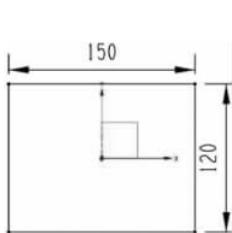
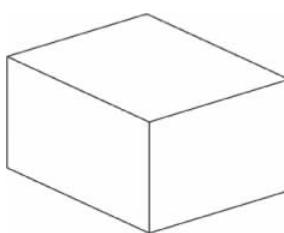
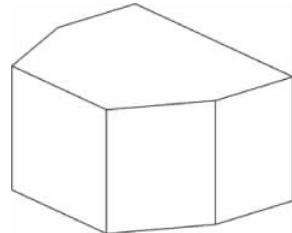

图 3-2 草绘截面(一)
图 3-3 创建拉伸体
图 3-4 创建倒斜角特征
(1) 启动 NX 10.0,单击“新建”按钮 ,在【新建】对话框中输入“名称”为“bitong.prt”,“单位”选“毫米”,选取“模型”所在行,单击“确定”按钮,进入建模环境。
(2) 单击“拉伸”按钮 $\square$ ,以 XY 平面为草绘平面,X 轴为水平参考,绘制一个矩形截面,两竖直边关于 Y 轴对称,两水平边关于 X 轴对称,如图 3-2 所示。
(3) 单击“完成草图”按钮 $\checkmark$ ,在【拉伸】对话框中“指定矢量”选“ZC  $\uparrow$ ” $[zc]$ ,开始距离为 0,结束距离为 80mm。
(4) 单击“确定”按钮,创建一个拉伸实体,如图 3-3 所示。
(5) 单击“倒斜角”按钮 $\square$ ,在【倒斜角】对话框中“横截面”选“非对称”,“距离 1”为 30mm,“距离 2”为 60mm。
(6) 单击“确定”按钮,生成倒斜角特征,如图 3-4 所示。